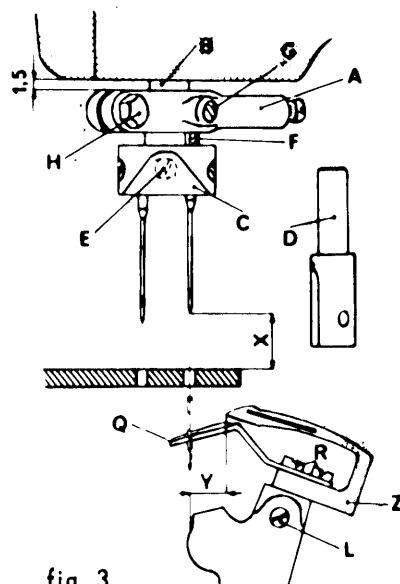
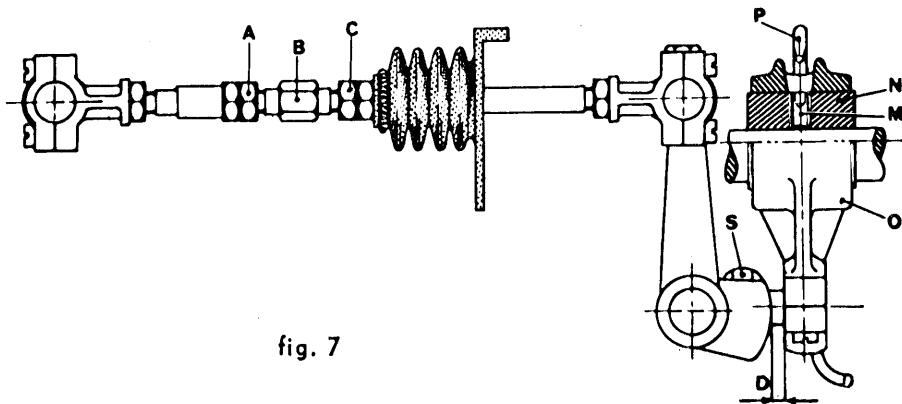

fig. 3
fig. 7
- S. 1651.00 per esecuzione quote come da fig. 3
- S. 1652.00 per esecuzione quote come da fig. 7
3. Posizionamento dell'ago (fig. 3)
- Inserire fino in fondo il crochet Z nell'apposita sede e bloccarlo sul piano del gambo con la vite L (fig. 3).
- Eseguire la misura D col calibro S 01652.00 per biella comando crochet (fig. 7) agendo sul dado S.
- Ricercare la misura Y (tabella fasature) dalla punta del crochet all'ago di destra (fig. 3).
- Allentare i controdadi A e C (fig. 7) e ruotare il perno B in un senso o nell'altro fino ad ottenere la misura Y (fig. 3—calibro S.1651.00).
- Bloccare leggermente i due controdadi A e C (fig. 7).
- Se la corsa del crochet é ritardata o anticipata, bisogna allentare i due grani interni M dell'eccentrico N della biella O (fig. 7) e, tenerido fermo l'eccentrico M, ruotare il volantino della macchina in modo da ottenere la condizione voluta.
Nota: Se questa condizione non si verificasse, si deve allungare o accorciare la corsa del crochet agendo sulla vite S (fig. 7) variando cosí la quota D. In questo caso si devono poi rivedere tutte le condizioni di fasatura eccetto quelle descritte nel primo capoverso.
- Bloccare i controdadi A e C (fig. 7).
Nota: Quando si sposta la biella per eseguire la misura D (fig. 7), tenere presente che l'eccentrico N sia sempre centrato rispetto alla testa di biella O. In caso di eccessivi spostamenti, modificare la posizione del tubetto di lubrificazione P spostandolo adeguatamente in modo che la mezzeria coincida con il centro del foro esistente sulla testa di biella O.
5. Montaggio spingi ago su crochet inferiore (fig. 3).